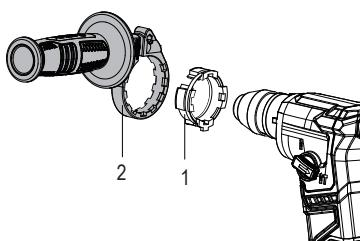

Fig.2
sujeto. Coloque la empuñadura auxiliar (2) en el espaciador (1) y gírela hasta que quede firmemente en su lugar (Fig.2).